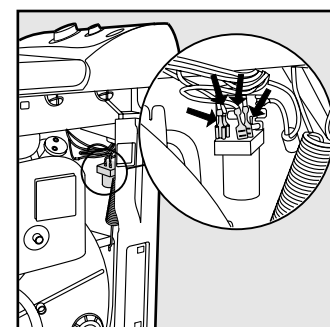

Рис. 4
4. Отсоедините плоскогубцами проводки от подавителя радиопомех (рис. 4) в следующем порядке: голубой=N, затем коричневый=L, заземляющий провод  $\perp$  должен быть снят последним.